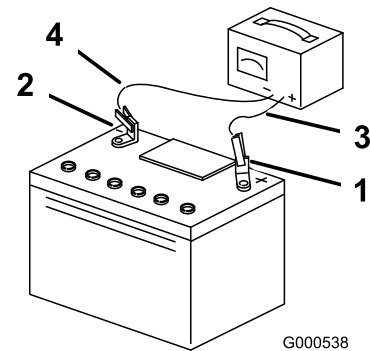

Figura 58
3. Quando la batteria è completamente carica, staccate il caricabatterie dalla presa elettrica e scollegate i cavi di ricarica dai poli della batteria (Figura 58).